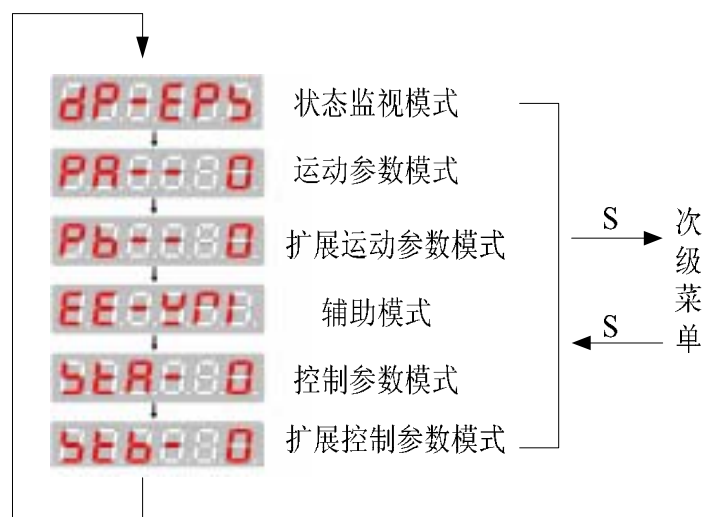

图 6.2 HSV-160C 系列伺服驱动器主菜单
- 操作按多层操作菜单执行，第一层为主菜单，包括五种操作模式，第二层为各操作模式下的功能菜单。图 6.2 表示主菜单操作框图：